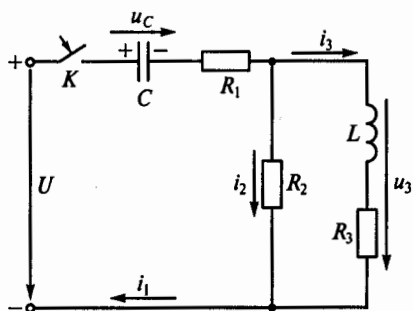

Рис. 149
**4.18.** Каковы будут токи  $i_1$ ,  $i_2$ ,  $i_3$  и напряжение  $U_3$  в момент замыкания ключа  $K$  в цепи на рис. 149, если до его замыкания конденсатор  $C$  был заряжен до напряжения  $U_C = U/2$ ? (Указать неправильный ответ.)